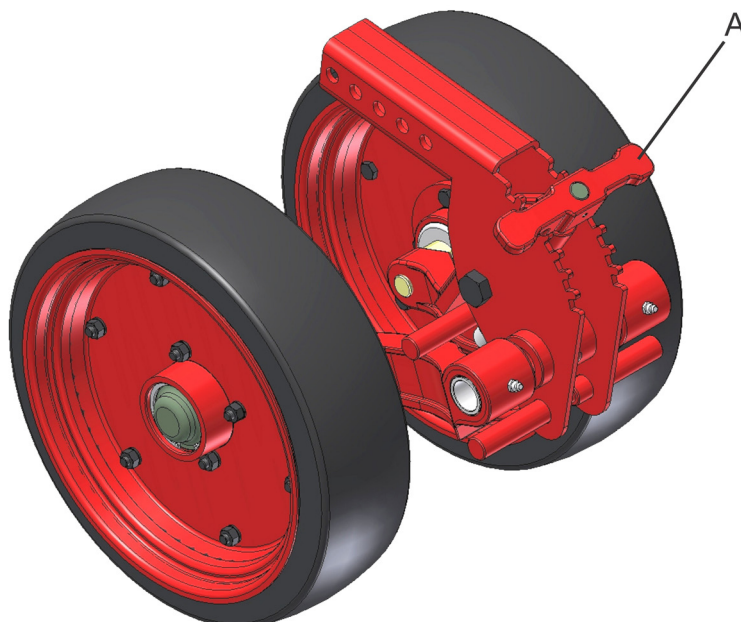

fig. 23
Para realizar o ajuste das rodas do limitador de profundidade, suspenda a semeadora afim de facilitar tal ajuste. Em seguida, faça a regulagem por meio do manípulo (A) (fig. 23), considerando que cada posição permite a regulagem de 1 em 1 cm.